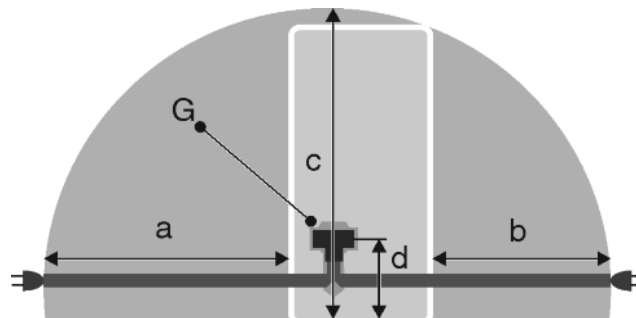

Fig. 48
- Zásuvka leží mimo oblast zadní stěny spotřebiče v dané oblasti Fig. 48 (a, b, c).
- ▶ Zástrčku spotřebiče Fig. 48 (G) zastrčte na zadní straně spotřebiče. Dávejte pozor na správné zaklesnutí.